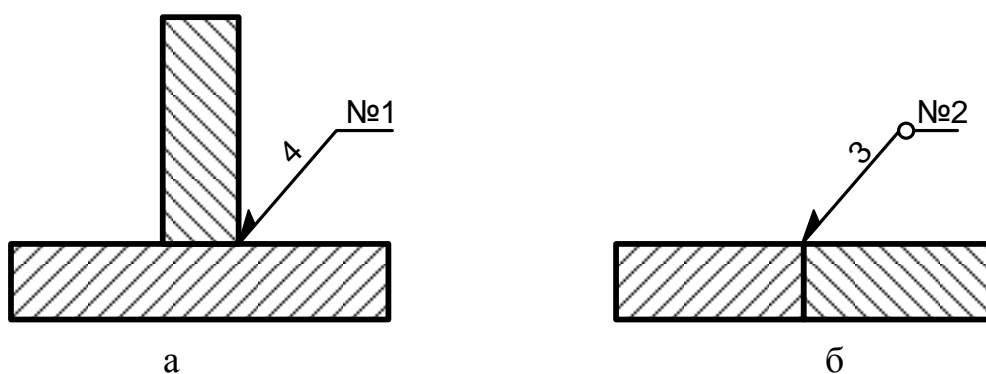

Рис. 3.1. Изображение сварного шва
3.8. Чертёж сварных соединений и узлов. Этот чертёж является одним из основных. На нем указываются все сварные соединения изделия и отдельно используемые сварные узлы. Изображение изделия может быть скопировано с чертежа общего вида без съемных деталей и с уменьшением количества размеров (без присоединительных, монтажных и др.). Сварные соединения указываются согласно ГОСТ 2.312-72 односторонней стрелкой с обозначением его номера и количества (рис.3.1,а). На примере указан номер шва – 1, количество аналогичных швов – 4. Важной особенностью этого обозначения является отсутствие контура шва и его катета. Если шов замкнутый кольцевой, то на обозначении указывается кольцо (рис.3.1, б). Форма шва, вид разделки кромок, вид соединения (угловой, стыковой и др.) представляется в таблице сварных соединений с указанием способа сварки, условного обозначения соединения, катета и других вспомогательных знаков (рис.3.2).